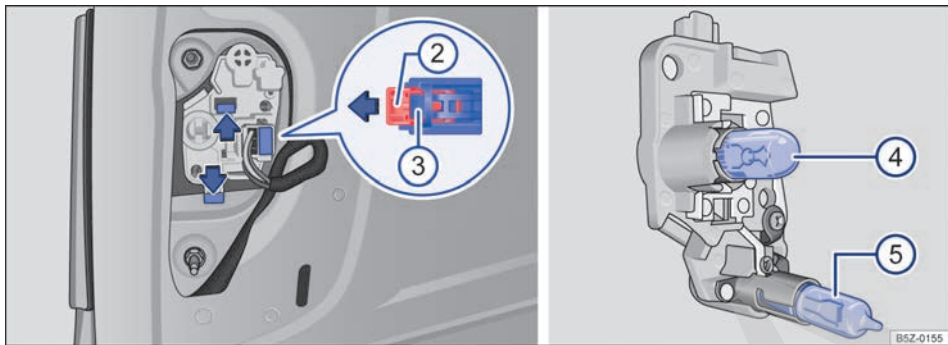

Fig. 147 En la tapa trasera: soporte de las lámparas y lámparas de la linterna izquierda - para vehículos con linterna de neblina.
| Luz derecha → fig. 146 y/o luz izquierda - válido para vehículos sin linterna de neblina | Luz izquierda → fig. 147 - válido para vehículos con linterna de neblina |
| 4. Girar el portalámparas → fig. 146 (1), en sentido antihorario , y desencajarlo del alojamiento. | Retire el conector de alimentación, primero tire de la traba roja → fig. 147 (2) en el sentido de la flecha y desmonte el conector (3) de la luz. |
| 5. - | Para desbloquear el soporte de las lámparas, presionar cada lengüeta de bloqueo → fig. 147 en el sentido de las flechas. |
| 13. Posicionar el portalámparas en el alojamiento. | Instalar el soporte de las lámparas en la linterna trasera. Las lengüetas de bloqueo → fig. 147 deben encajar de forma audible. |